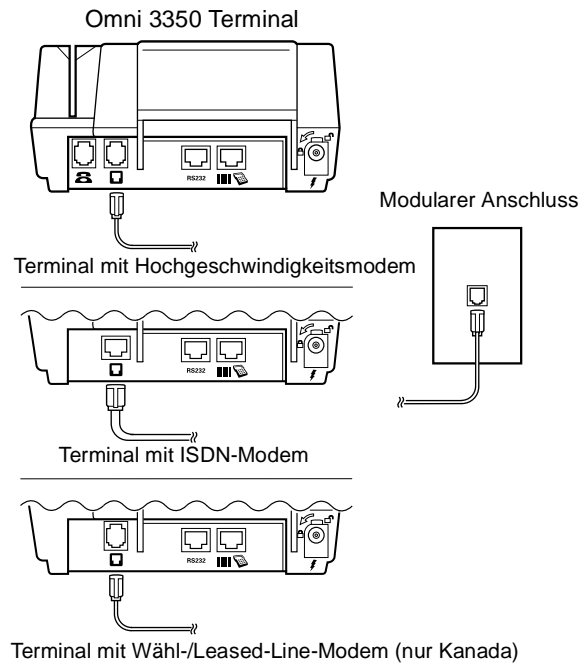

Abbildung 4 Direktverbindungen
1. **Direktverbindung** — Ein Telefonkabel führt von der Telco-, ISDN-, Wähl-/Leased-Line-Schnittstelle des Terminals direkt zu einem Telefonanschluss (Abbildung 4). Bei einer Direktverbindung steht diese Telefonleitung nur dem Terminal zur Verfügung.